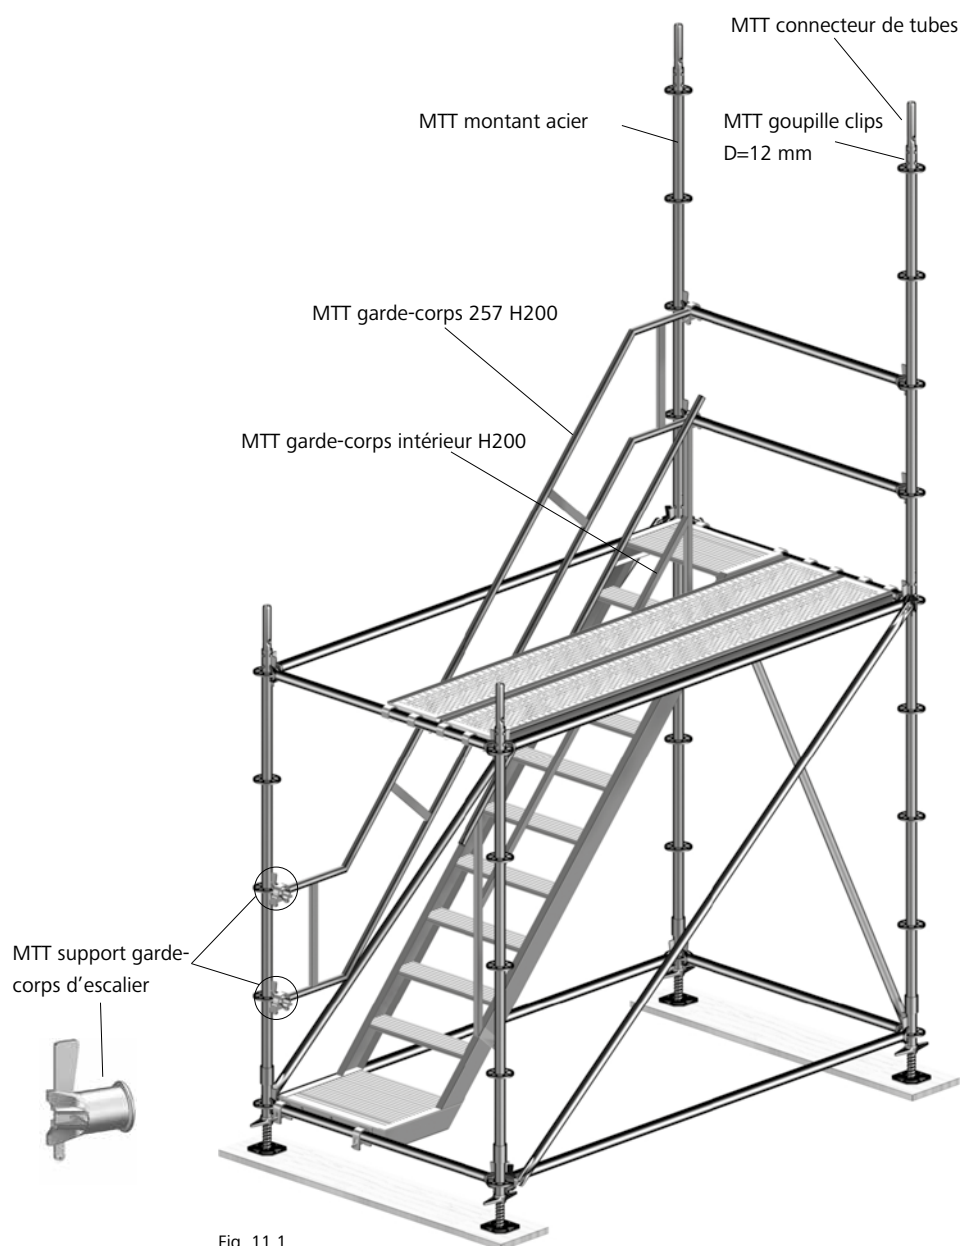

Fig. 11.1
17. Fixer 2 supports garde-corps d'escalier MTT sur les rosaces du montant inférieur extérieur MTT en vue de l'installation du garde-corps MTT (Fig. 11.1).